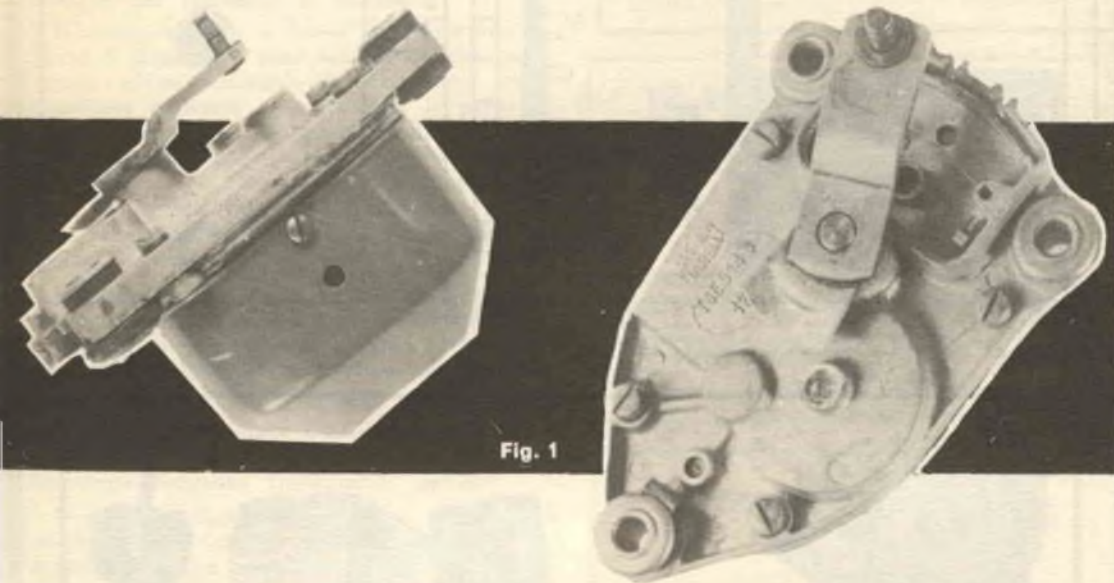
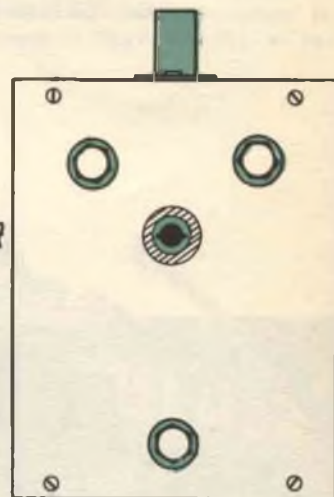
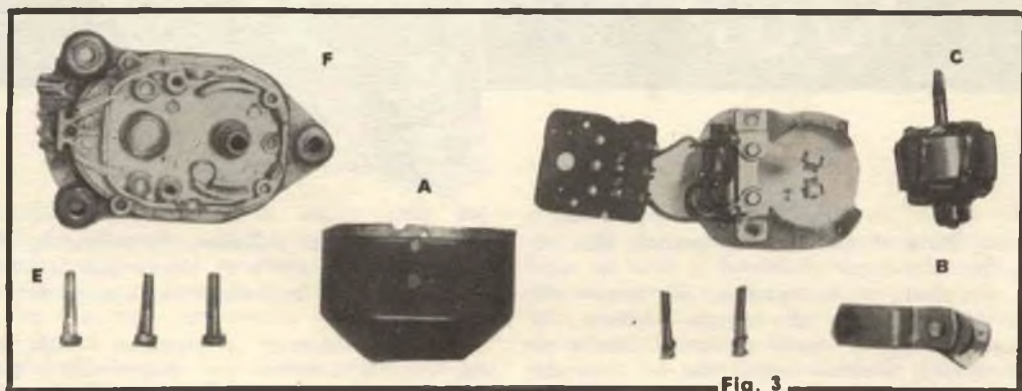
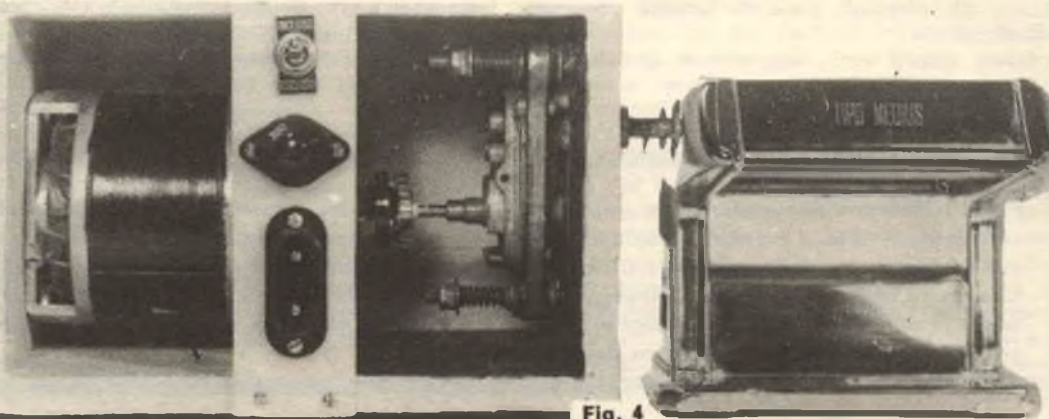

Fig. 1
Fig. 2
Fig. 3
Fig. 4
Fig. 1 - Motorino per tergilcristallo utilizzato nel prototipo. Fig. 2 - Piano costruttivo del servomotore. Fig. 3 - Visione esplosa del motorino per tergilcristallo. A: carter; B: leva per il movimento delle spazzole; C: rotore (sull'asse è visibile la vite senza fine); D: statore con contattiera, E: Viti di fissaggio; F: gruppo riduttore nudo. Fig. 4 - Vista completa del motore applicato all'accessorio. Fig. 5 - Progetto di fornitura dell'attacco per l'accessorio. Fig. 6 - Schema elettrico dell'apparecchio.
ne nazionale è facilmente reperibile presso qualsiasi demolitore per un prezzo modico: 500 lire circa (vedi fig. 1).
Per rendere più facile la messa a punto si possono usare (come in fig. 2) le quattro viti V, la cui posizione determina l'altezza della faccia F e di conseguenza l'inclinazione del motore.
Per smontarlo bisogna innanzitutto togliere il carter svitando le due viti che lo sorreggono (fig. 4 A), quindi svitare il braccetto (B) tenendo fermo il rotore e girando in senso antiorario. A questo punto si sfilerà il rotore (C), che è semplicemente infilato, e su cui è possibile notare la vite senza fine che trasmette il moto al sistema; si toglieranno le due viti che sorreggono lo statore (D) e, dopo averlo liberato dalla contattiera, il gruppo riduttore (E) sarà completamente separato dal resto.